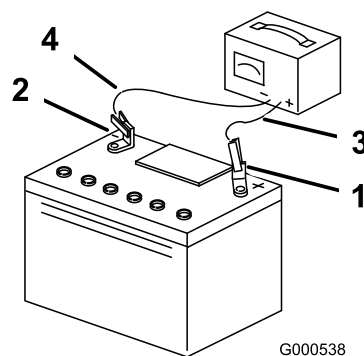

Figure 34
- Quand la batterie est chargée au maximum, débranchez le chargeur de la prise, puis débranchez les fils du chargeur des bornes de la batterie (Figure 34).